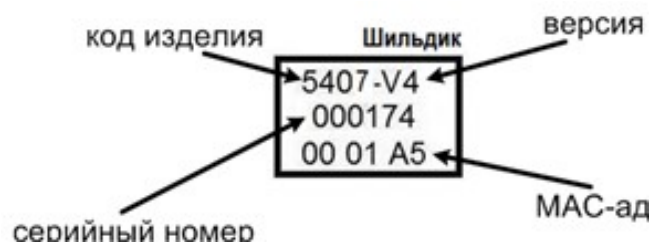

Рисунок 4
- поле **«MAC адрес»** содержит уникальный трехбайтовый код, который присваивается МРШ-02(16) на этапе производства. Значение MAC-адреса указано на шильдике, который приклеен на лицевой стороне платы (см. рисунок 4)